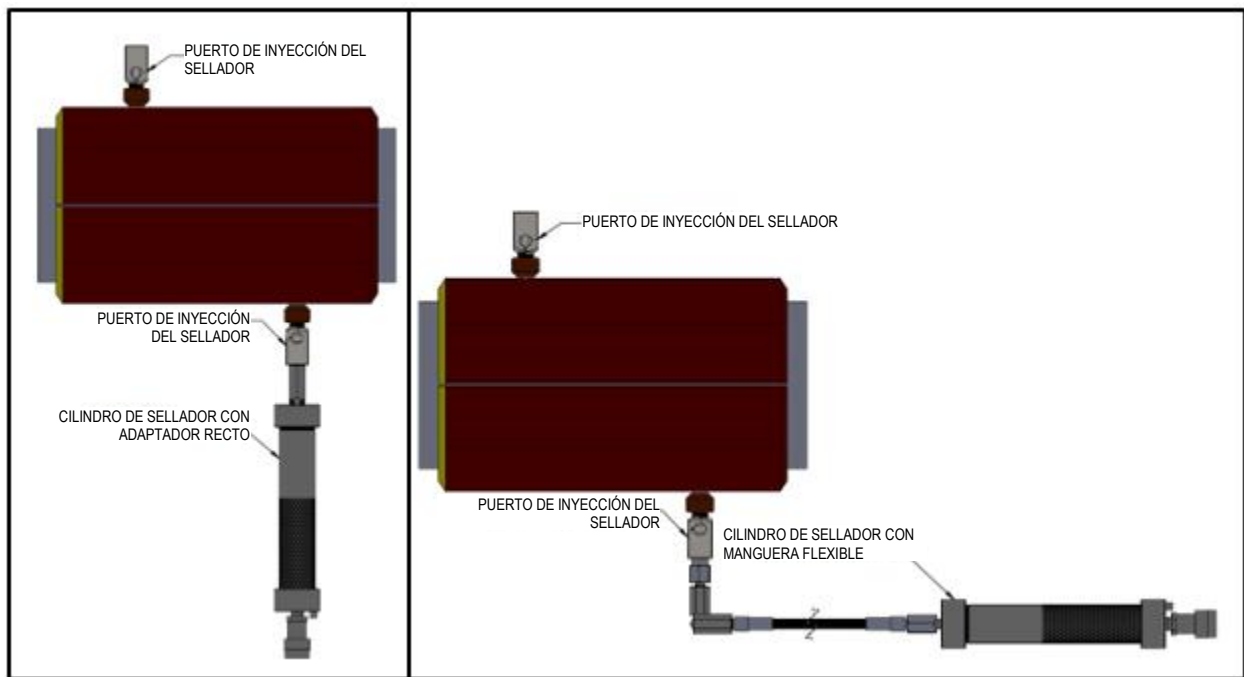
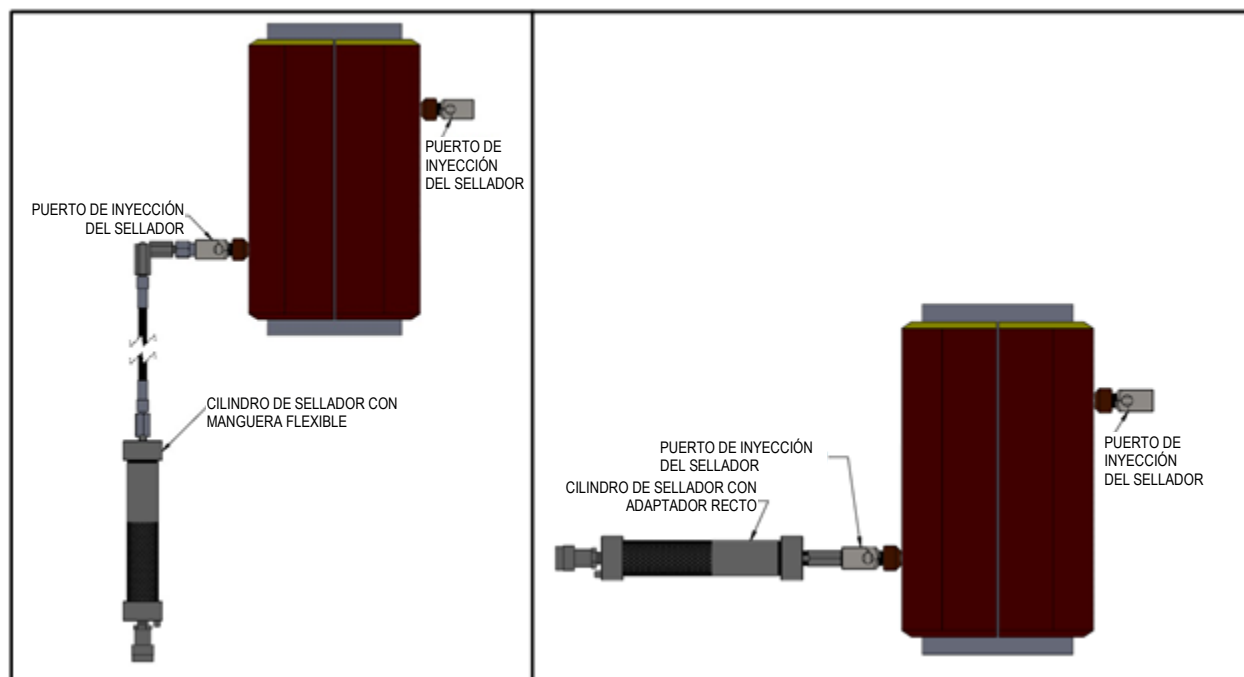

Figura 2
Figura 3
1. Durante la instalación del accesorio cerciódese de tener un puerto de inyección del sellador lo más cerca posible de la fuga, pero no directamente sobre la fuga. Esto asegurará que el espacio anular del accesorio esté completamente lleno. Ver la Figura 2 para las instalaciones horizontales. Ver la Figura 3 para las instalaciones verticales.